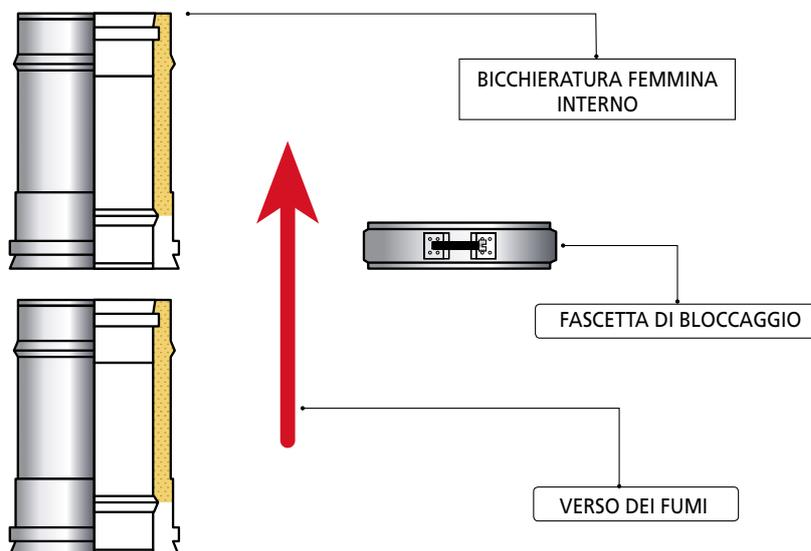

FIGURA 12
I sistemi AN ISO 25 INOX-INOX, AN ISO 25 INOX-RAME, AN ISO 25 INOX-COLORATO, AN ISO 50 INOX-INOX e AN ISO 50 INOX-INOX 304 sono realizzati con giunti a bicchiere di tipo maschio / femmina su nervature autocentranti ed antisciacchiamento (**figura 12**).
- Installare gli elementi seguendo il senso dei fumi indicato sull'elemento con un'apposita freccia, ovvero con il bicchiere femmina interno rivolto verso l'alto, per evitare la fuoriuscita di condensa (**figura 12**).